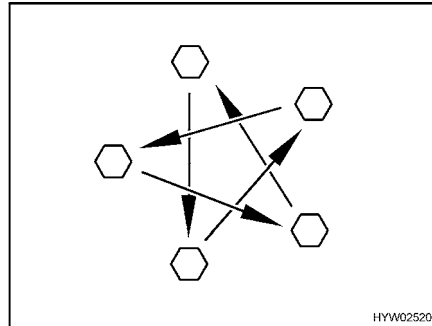

Fig. 216 Apretar las tuercas o los tornillos de las ruedas en forma de cruz
- Comprobar periódicamente que las tuercas o tornillos de las ruedas estén firmemente apretados. Reajustar en forma de cruz (Fig. 216) las tuercas o tornillos después de cambiar una rueda, al cabo de 50 km. Par de apriete, véase apartado 13.5.2.
- ▷ Apretar en forma de cruz las tuercas o los tornillos de las ruedas (Fig. 216).